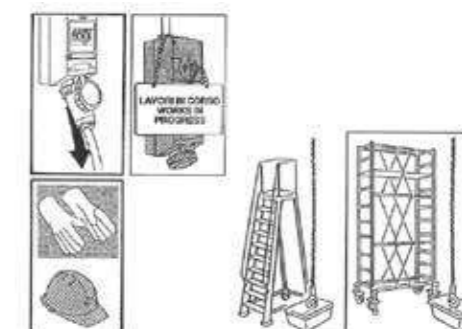

fig.136
Questa operazione deve essere effettuata in assenza di carichi sul gancio e dopo aver tolto tensione dal sezionatore di linea e segnalato l'intervento in corso. Il manutentore deve indossare l'elmetto di protezione e i guanti. (fig.136)
3. Predisporre lateralmente alla catena la scala o il trabattello secondo necessità. (fig.136)